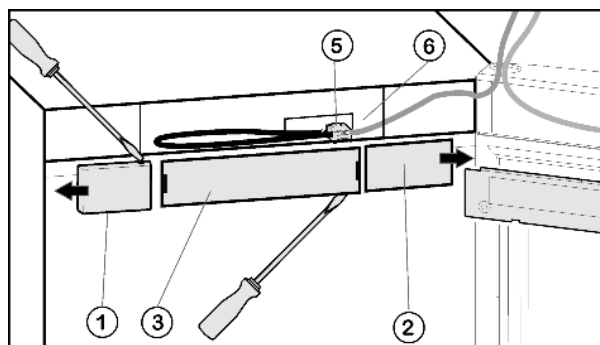

Fig. 4
- ▶ Снятие крышки со стороны ручки Fig. 4 (1): справа выведите из фиксатора при помощи плоской отвёртки и сдвиньте наружу.
- ▶ Снятие крышки со стороны шарнира Fig. 4 (2): слева выведите из фиксатора при помощи плоской отвёртки и сдвиньте наружу.
- ▶ Снимите переднюю накладку Fig. 4 (3) с помощью плоской отвертки.
- ▶ Снимите контакт и извлеките разъём Fig. 4 (5).
- ▶ Высвободите из направляющей серый кабель Fig. 4 (6).
► Снова установите разъем Fig. 4 (5).
► Снова установите крышку Fig. 4 (3).
► Установите крышку Fig. 4 (2) снаружи со стороны шарнира с поворотом на 180° и защелкните ее.
► Установите крышку Fig. 4 (1) снаружи со стороны шарнира с поворотом на 180° и защелкните ее.